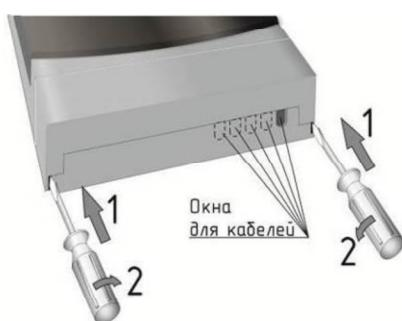

Рисунок 4 – Снятие крышки
- и) выпломать в основании нужное количество окон для кабелей (см. рисунок 4);